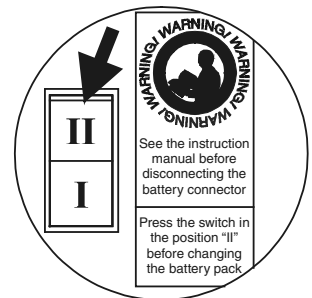

Bild 6-2
2. Den manuellen Bypassschalter unterhalb der Frontplatte in die Position "II" bringen (siehe Bild 6-2). In diesem Zustand wird die Last durch den Bypass versorgt, und auf dem Display muss die Fehlermeldung C02 angezeigt werden.